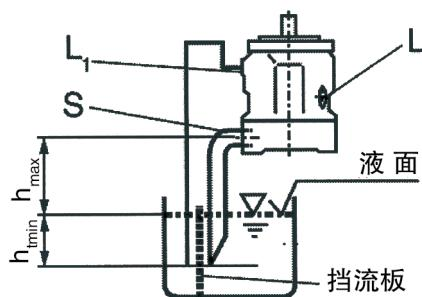

图 2
- b) 如果油箱的最低液面低于泵的安装法兰面，则封闭泄油口“L”，泄油口“ L_1 ”及进油口“S”按图 2 配管，并参见 1.2.1 节。
在安装前泵置于水平位置并灌满油液。如安装于油箱的上方，参见图 2。